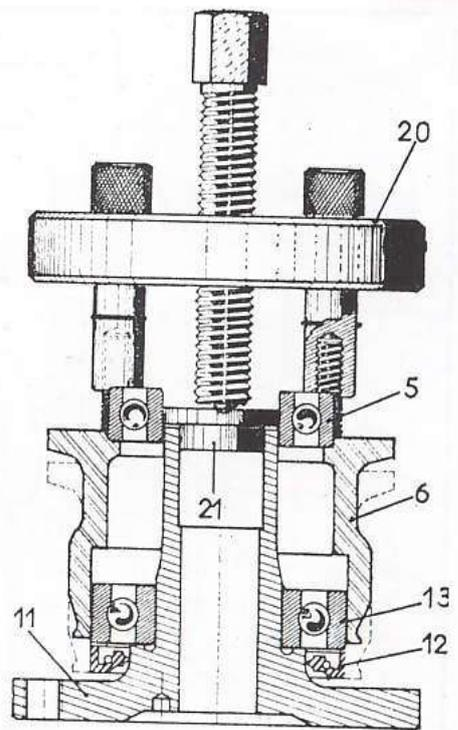

Fig. 93. — Extraction du moyeu
- Le serrer dans un étau, par les 2 vis (10) qui ont servi pour le déblocage de l'écrou (7).
- Placer l'extracteur Wilmonda DEW (20) (fig. 93) sur les goujons du support de roulements. Engager le grain (21) dans le trou du moyeu.
- Chauffer légèrement, au chalumeau, le support (6), puis visser l'extracteur jusqu'à libérer totalement les roulements (5) et (13). Le roulement (13) reste fixé sur le moyeu.
- Laisser le grain (21) sur l'extrémité du moyeu, puis dégager le roulement (13) à l'aide d'un extracteur (Wilmonda TAX par exemple).